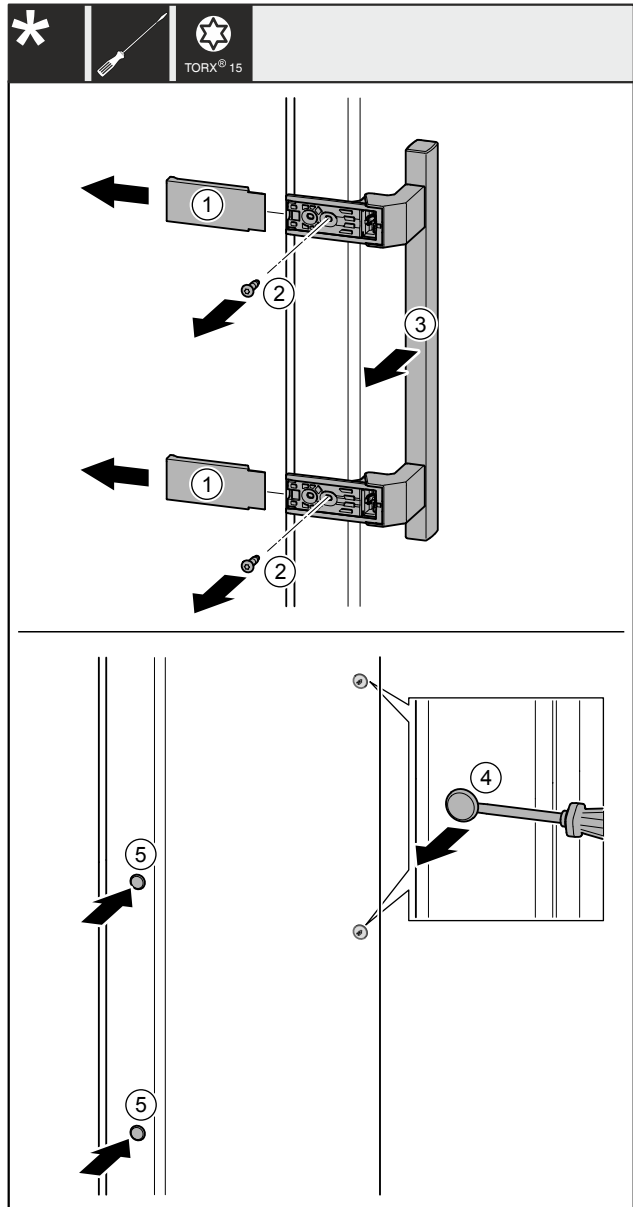

Fig. 40
- Træk afdækningerne Fig. 40 (1) af.
- Skru skruerne Fig. 40 (2) ud med en skrueetrækker.
- Tag grebet Fig. 40 (3) af.
- Løft forsigtigt sideproppen Fig. 40 (4) af med en kærveskrueetrækker, og træk den ud.
- Indsæt atter proppen Fig. 40 (5) på den anden side.